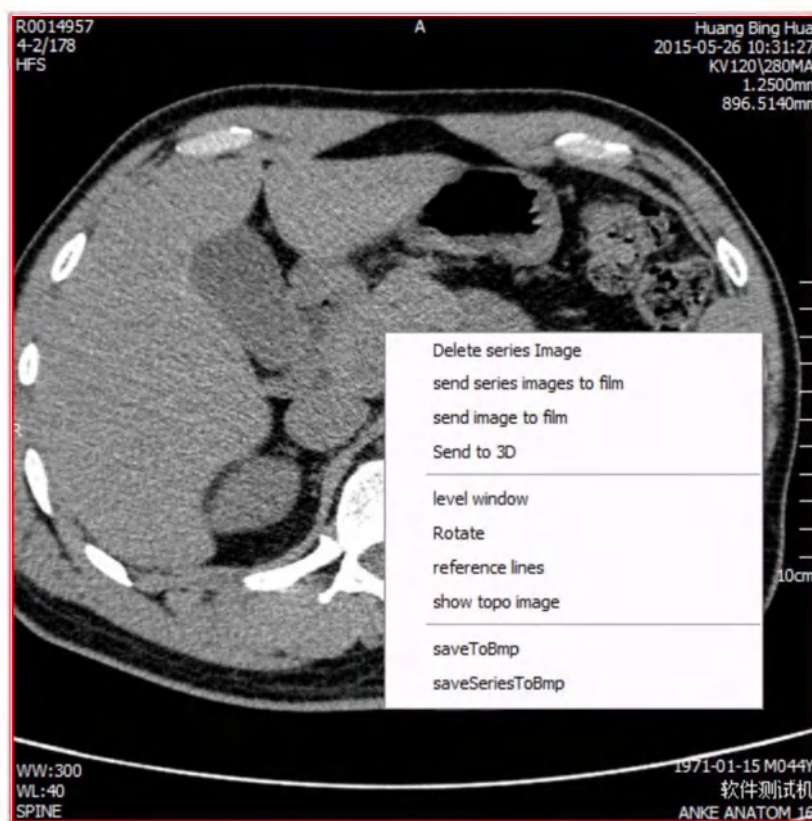

Рисунок 10-1 Отправление изображения в 3D
2. После нажатия правой клавиши мышки на выбранном изображении, появится контекстное меню, как показано на рис. 10-1.